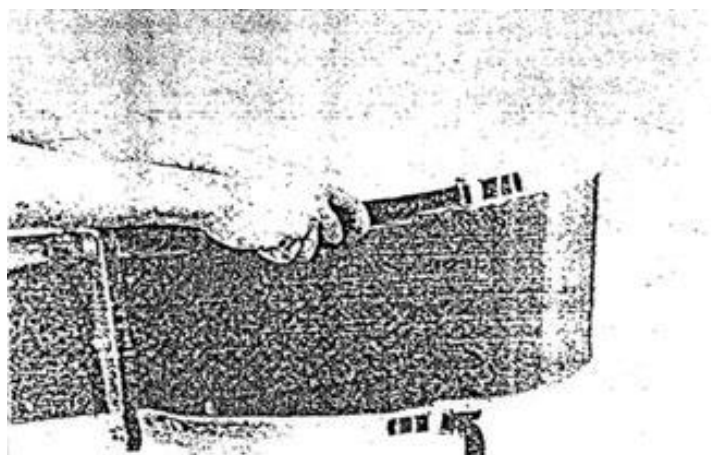

Рис. 17
- Установите обшивки корпуса в нижнюю позицию верхней пылевой емкости и закрепите ремень обшивки, как показано на рис. 17.